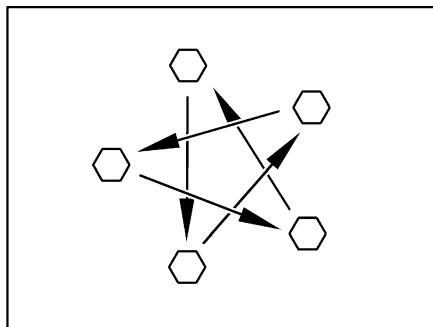

Fig. 158 Apretar las tuercas o los tornillos de las ruedas en forma de cruz
- Comprobar periódicamente que las tuercas o tornillos de las ruedas estén firmemente apretados. Reajustar en forma de cruz (Fig. 158) las tuercas o tornillos después de cambiar una rueda, al cabo de 50 km. Par de apriete, véase apartado 15.5.2.
- Apretar en forma de cruz las tuercas o los tornillos de las ruedas (Fig. 158).